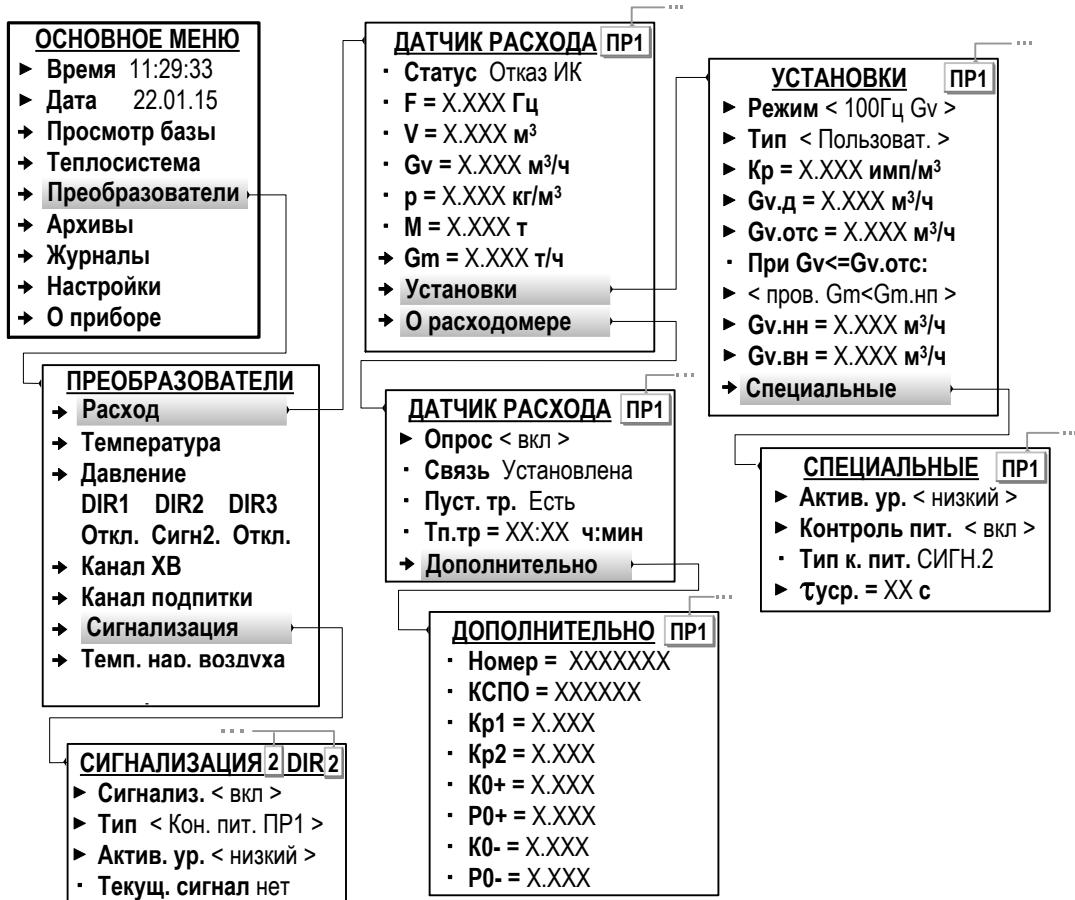

Рис.24. Вид меню установочных параметров ПР (режим СЕРВИС).
Отсутствие сигнала соответствующего уровня от ПР в течение **Тпроверка** определяется как **Отказ ИК** (Отказ измерительного канала – меню **Преобразователи / Расход** параметр **Статус**, рис.24).
Контроль питания расходомера также может быть назначен в меню **Преобразователи / Сигнализация** (рис.24). В этом случае в меню **Преобразователи / Расход / Установки / Специальные** будет индицироваться строка **Тип к. пит. СИГН.1(2,3)**.
7.5.2.4. Для ПР, физически подключенных к входу «RS485.ПРИБОР» и программно подключенных к ТВ по интерфейсу RS-485 (п.7.3.4.3) в меню **О расходомере** (рис.24) появляются дополнительные строки: